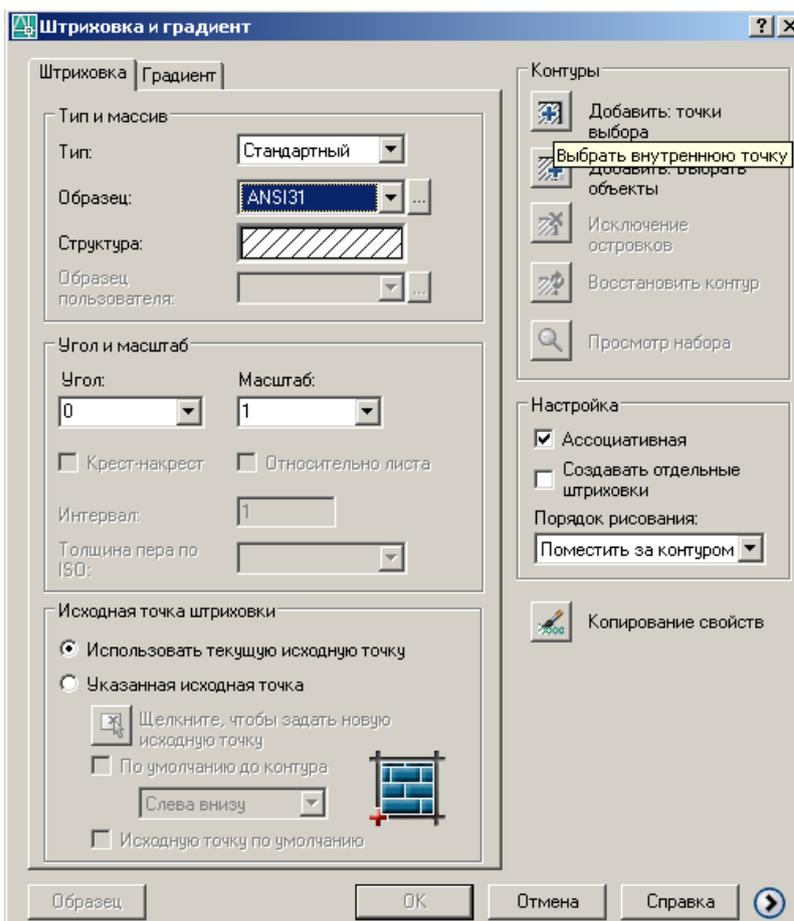
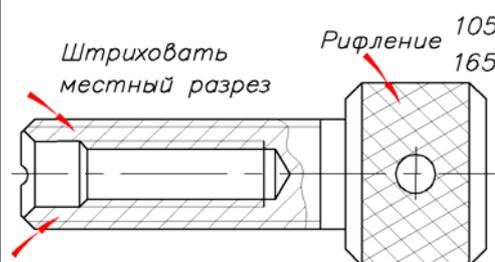
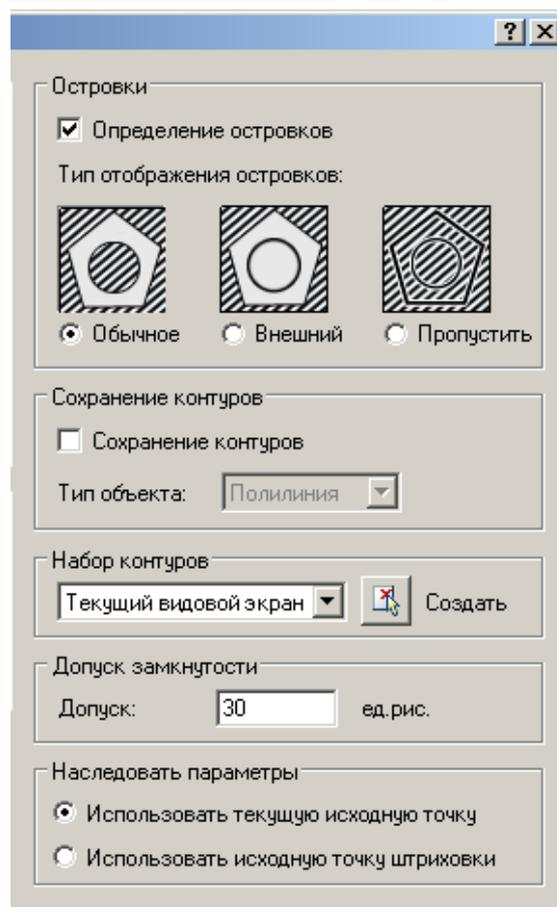

Рис. 2.17. Диалоговое окно **Штриховка и градиент**
Рис. 2.20
Рис. 2.23. Диалоговое окно с выбранной вкладкой **Островки**
После ввода команды **Рисование** → **Штриховка** появляется диалоговое окно **Штриховка и градиент**. При первом вызове команды окно нужно настроить, как показано на рис. 2.17.
В следующем примере представлена деталь – поверхность вращения (рис. 2.20). С левой стороны нужно заштриховать местный разрез, учитывая, что деталь содержит наружную и внутреннюю резьбу. Команды штрихования те же, что и в предыдущих примерах, нужно только правильно выбрать контуры для штрихования.
С правой стороны наружная поверхность детали имеет сетчатое рифление. Согласно ГОСТ 21474–75, данный вид рифления условно изображается тонкими линиями, наклоненными под углом $\pm 30^\circ$ относительно горизонтальной оси. Для нанесения линий рифления необходимо также использовать команду **Рисование → Штриховка**. Затем в диалоговом окне (рис. 2.17) выбрать шаблон штриховки **ANSI31** (тот же, что и в предыдущем примере). Далее в этом же окне перейти на поле **Угол** и выбрать значение 105° . Затем перевести курсор к полю **Контуры**, нажать кнопку **Добавить: Точки выбора**. После этого происходит возврат к чертежу, на котором нужно указать точку внутри области штрихования (рифление на рис. 2.20) и нажать на клавиатуре клавишу **Enter**. На экране вновь появится диалоговое окно **Штриховка и градиент**, здесь нужно просто нажать кнопку **ОК**. Выбранный контур будет заштрихован под углом -30° . Для нанесения линий рифления под углом $+30^\circ$ нужно повторить перечисленные выше операции, выбрав в диалоговом окне **Штриховка и градиент** в поле **Угол** значение 165° .
2. В диалоговом окне **Штриховка и градиент** (рис. 2.17) нажать стрелку  в нижнем правом углу и раскрыть вкладку **Островки** (рис. 2.23).